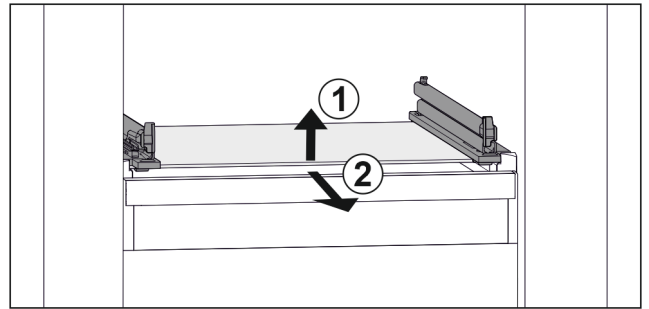

Fig. 61 Voorbeeldweergave van glasplaat
- ▶ Glasplaat aan de voorkant optillen. Fig. 61 (1)
- ▶ Glasplaat naar voren toe verwijderen. Fig. 61 (2)